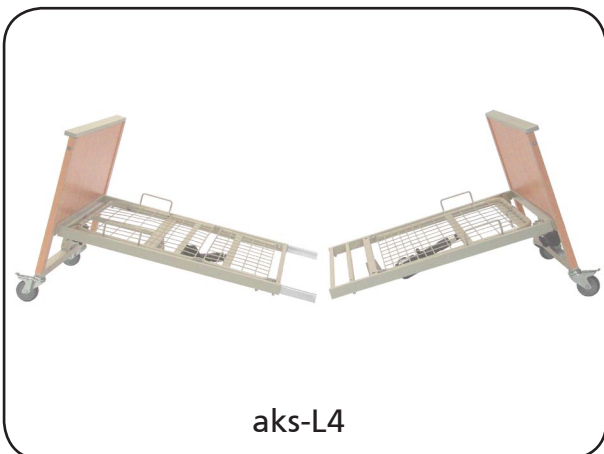

Abbildung 15
4. Stellen Sie die beiden Bettenhälften in die Gebrauchslage und lösen Sie an der Kopfseite die Bremsen der Laufrollen (Abbildung 15).